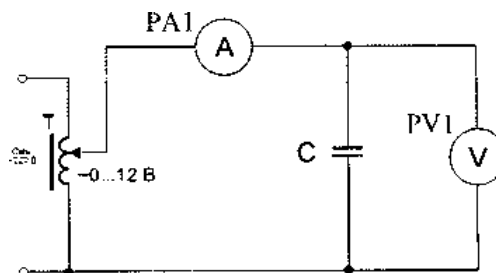

Рис. 3
3.5. Собрать схему для снятия вольтамперной характеристики конденсатора (рис. 3). Установить в заданную позицию переключатель SA1. Предъявить схему для проверки преподавателю.